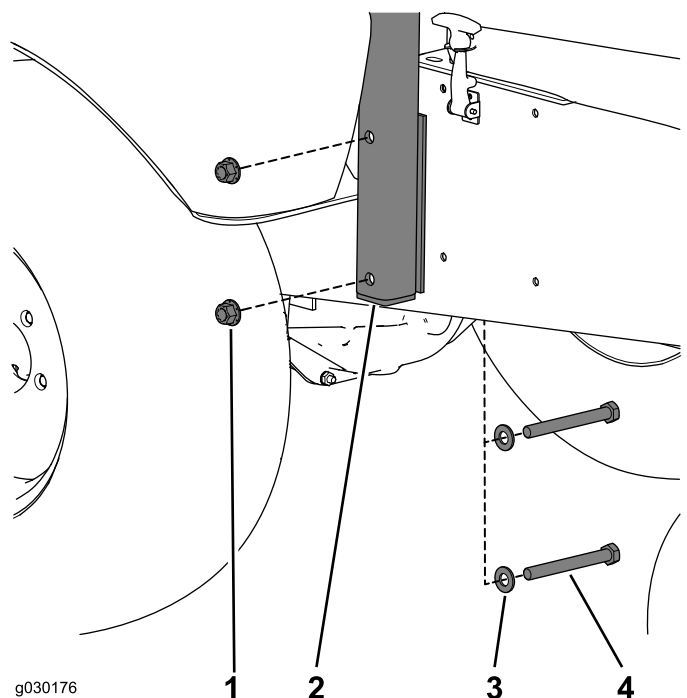

Bild 2
8. Nehmen Sie den Überrollbügel von der Maschine ab (**Bild 2**).